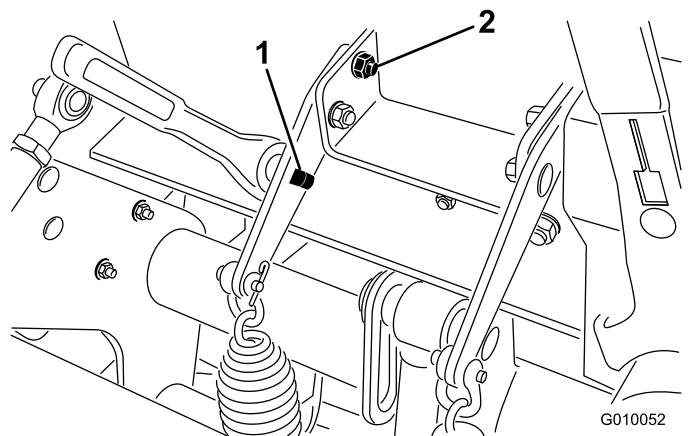

图38
3. 将一个 13mm 的棘轮或呆套筒扳手插入弹簧板上的方孔（图38）。